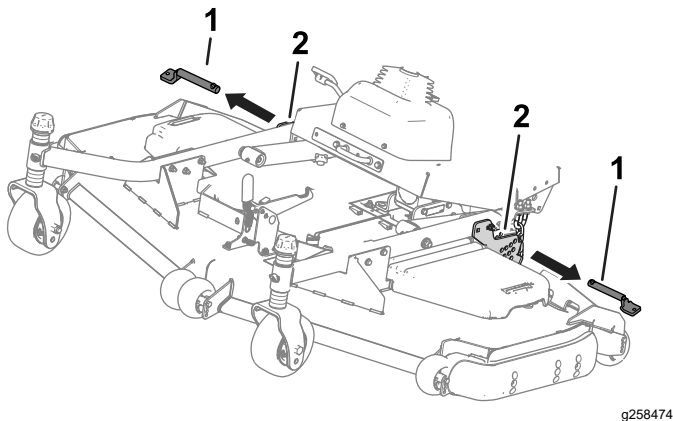

Bild 34
4. Entfernen Sie die Splinte von den Schnitthöhenplatten (Bild 34).